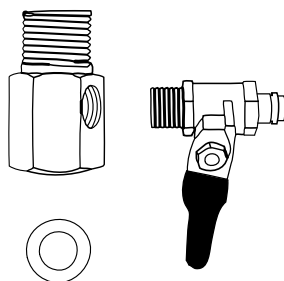

Рис. 11
2.1. Соберите узел подачи воды путем соединения шарового крана с тройником, как показано на **рис. 11**. Используя ленту ФУМ, заверните кран подачи воды в тройник. Будьте предельно осторожны при подсоединении крана — чрезмерное усилие повредит его резьбу. Используйте только гаечный или малый разводной ключ. Не используйте другие материалы для герметизации соединения.